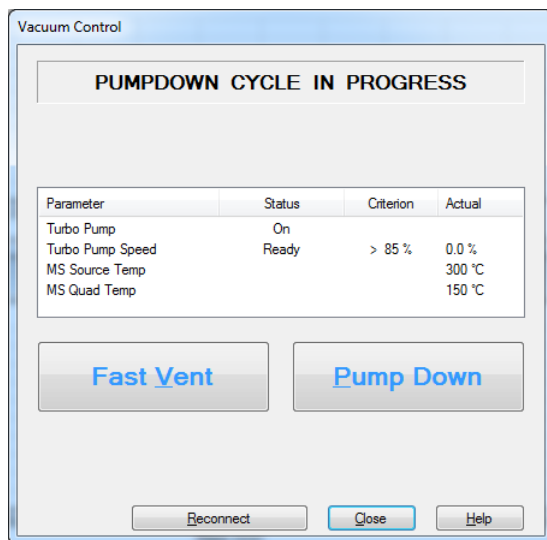

Figure 48 Boîte de dialogue Vacuum Control (Contrôle du vide)
- 10 Dans la vue **Instrument Control** (Pilotage de l'instrument), à partir du menu Instrument, sélectionner **MS Vacuum Control** (Contrôle du vide du spectromètre de masse) pour afficher la boîte de dialogue **Vacuum Control** (Contrôle du vide). (Voir **Figure 48**.)